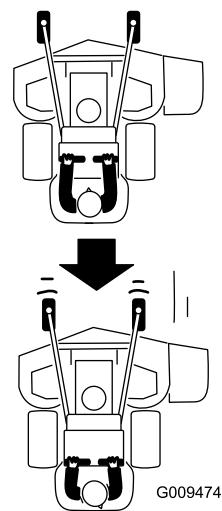

**Figure 25**
3. Poussez les leviers de commande de déplacement lentement en avant (Figure 25).